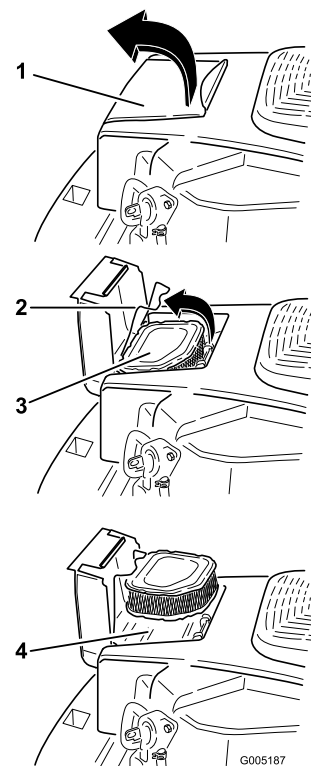

Figura 26
1. Abra la tapa del limpiador de aire en la carcasa del soplador para acceder al filtro del limpiador de aire (Figura 26).
2. Abra el enganche y retire el filtro del limpiador de aire (Figura 26).